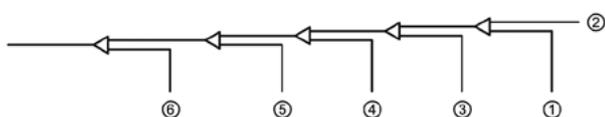

Abb. 5.16
8. Reinigen Sie die anderen Öffnungen auf die gleiche Weise, indem Sie nacheinander vom Innengerät A zu den Außeneinheiten arbeiten. Beachten Sie die dazu Abb. 5.16.